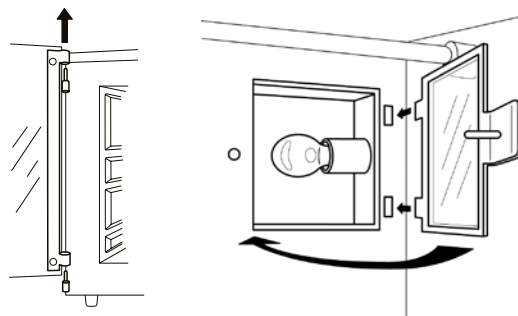

Figura 18
2. Para quitar la puerta del horno, ábrala y tire de ella hacia arriba para sacarla de las clavijas de la puerta. (Ver Figura 18).